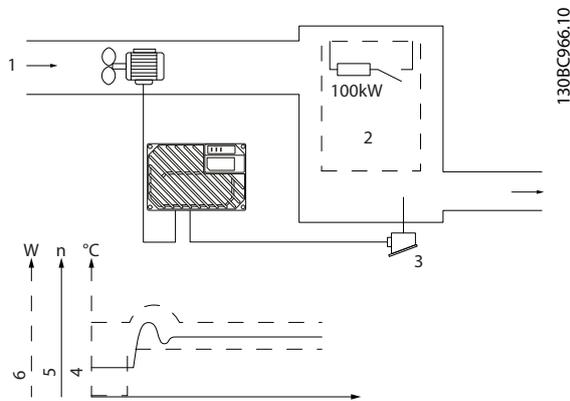

Ilustración 4.10 Sistema de ventilación del control de PID de proceso
Ilustración 4.10 es un ejemplo de un control PID de proceso utilizado en un sistema de ventilación.
*Ilustración 4.10* es un ejemplo de un control PID de proceso utilizado en un sistema de ventilación.